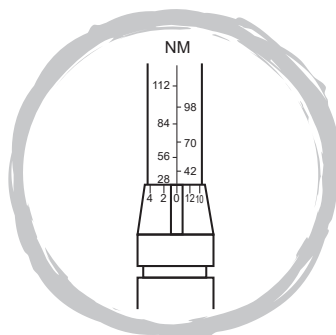

Fig. 1
- Rode a pega recartilhada até uma das graduações de zero na extremidade biselada ficar alinhada com a marca vertical no eixo e ao mesmo nível da leitura mais próxima abaixo da definição pretendida (Fig. 1).